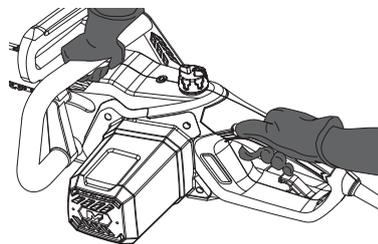

Fig. 19
3. Prenez la poignée avant [1] avec la main gauche, en l'entourant bien entre le pouce et les doigts. Prenez la poignée arrière [12] avec la main droite, en l'entourant bien entre le pouce et les doigts (Fig. 19).